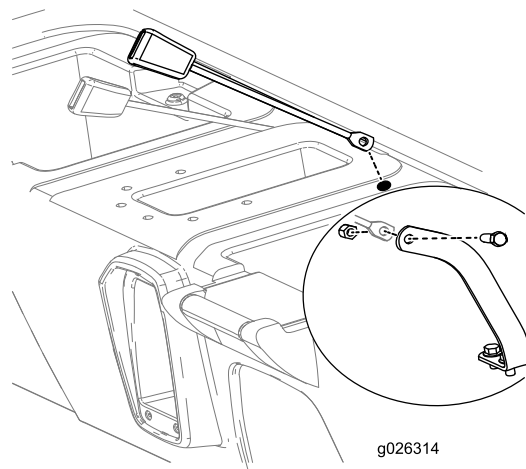

Figura 13
8. Introduzca el extremo de montaje del receptor de enganche de cada cinturón de seguridad por uno de los taladros que acaba de perforar en la base del asiento (Figura 13).
9. Monte el extremo del receptor de cada conjunto de cinturón de seguridad a cada anclaje correspondiente con un perno ($\frac{7}{16}$ ") y una tuerca ($\frac{7}{16}$ "), tal y como se muestra en la Figura 13.